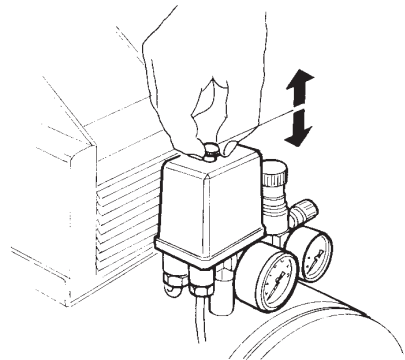

fig. 5
- controllare che il pulsante posto sul pressostato (*fig. 5*) sia in posizione di riposo "OFF-0";
Dopo aver effettuato i controlli sopra descritti inserire la spina nella presa di corrente ed avviare il compressore agendo sul pulsante del pressostato posizionandolo su "ON-1" (*fig. 5*).
Il funzionamento del compressore viene regolato dall'azione diretta del pressostato (*fig. 5*) che sconnette l'alimentazione di rete dal motore quando la pressione all'interno del serbatoio raggiunge il valore impostato sul pressostato stesso (8 bar) e che la riconnette quando la pressione raggiunge un valore di circa 2 bar inferiore alla massima pressione consentita.